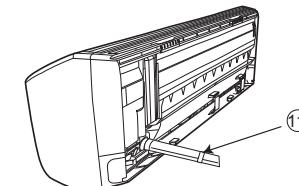

图7
(1) 当要把铜管从后面引出时，将铜管、排水管和连接电缆一起用附件⑪胶带绑紧。(图7)